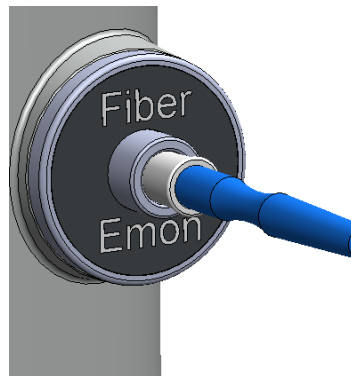

Abb. 4-9: Einstecken der Faser mit Steriladapter
- Die Faser ist mit dem Steriladapter in die Aufnahme des Energiemonitors am Frontpanel des Lasers bis zum Anschlag einzuführen (Abb. 4-9).